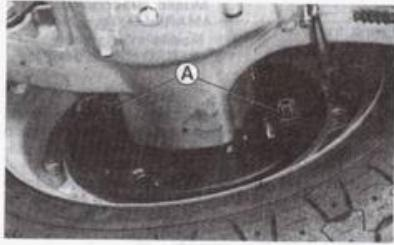

Fig. 62
**Zapatas freno trasero** (Fig. 62): levantar la rueda del suelo, bajar el pedal del freno hasta llevar las zapatas contra el tambor. Mantener bajado el pedal, girar las tuercas «A» de los excéntricos de regulación hacia abajo, hasta el tope y girar hacia atrás 45° (1/8 de vuelta).